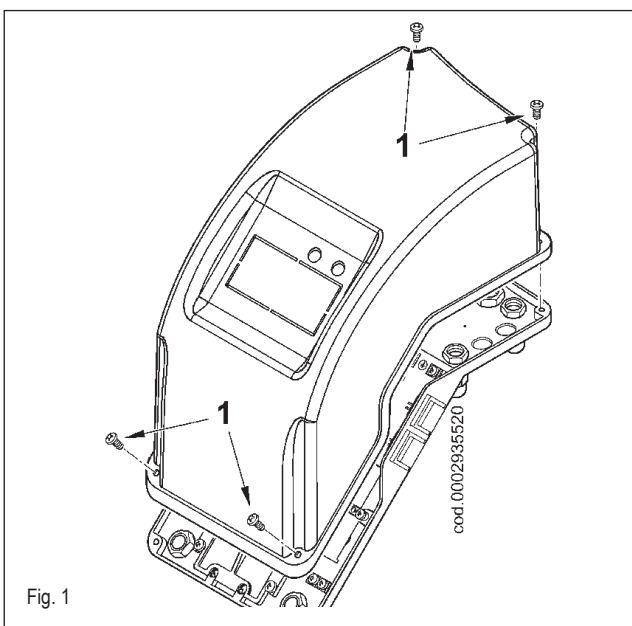

Fig. 1
- Открутите винты и снимите крышку 2 (рисунок 1).
- 1) Опираясь на инструкции из параграфа "Обслуживание", снимите узел смесителя, открутите винт (1), соединяющий выдвижную штангу (2) узла с газоподводящей трубой (3), вынимая его через петлю (4) на изогнутом штуцере (рисунок 1).
- 2) Поверните на 180° изогнутый штуцер так, чтобы отверстие газоподводящей трубы совпадало с петлей (4а), расположенной на штуцере в противоположном по диаметру положении. Соедините выдвижную штангу (2) с трубой подвода газа (3) при помощи винта (1), как показано на рисунке 1.
- 3) Теперь снимите 4 гайки (5), показанные на рисунке 2, демонтируйте трубу пламени (6) и, сняв установочные штифты выньте камеру (7). Поместите резьбовое соединение камеры для крепления газовой рампы в сторону верха.
- 4) Для завершения операции закрепите трубу пламени (6) и камеру (7) 4 гайками (5), а после вставьте в паз узел смесителя.